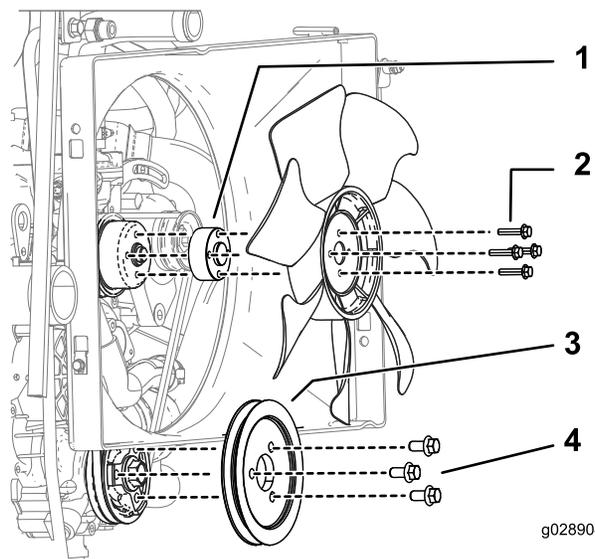

Рисунок 4
1. Установите разделитель вентилятора и шкив, как показано на Рисунок 4.